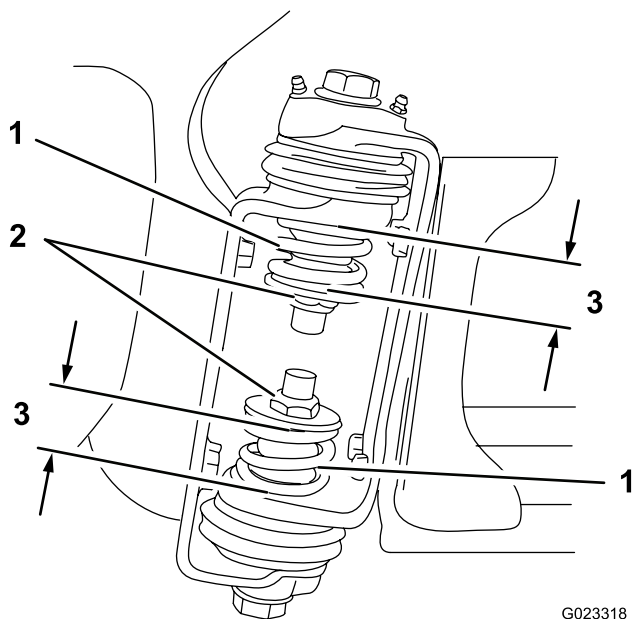

図 16
2. ブームが開いた状態で、ブーム蝶番の部分で上部スプリングと下部スプリングの圧縮状態の長さを測定する（図 16）。